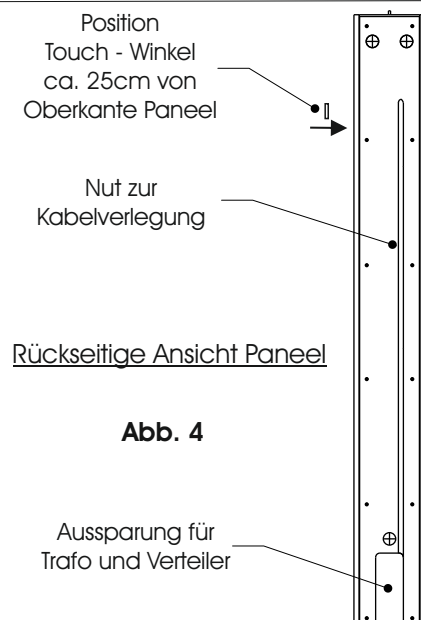

Abb. 4
- Verlegen und montieren Sie nun den Trafo, Verteiler und Touchschalterplatte in die hierfür vorgesehenen Aussparung und Nut und verbinden alle Teile miteinander. (Abb. 4)